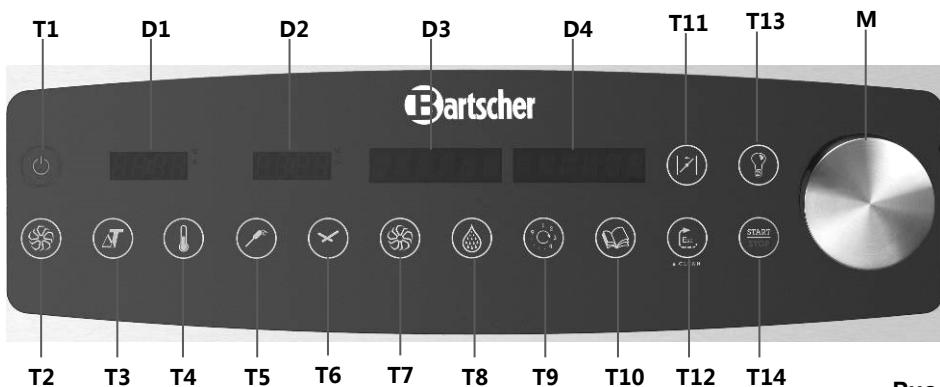

Рис. 8
- Включить прибор с помощью главного выключателя **T1** (рис. 8, стр. 248).
- Нажать кнопку **T14** (рис. 8) „**Start/Stop**“.
- Освещение камеры пароконвектомата включается путем нажатия кнопки **T13** (рис. 8). По истечении 45 секунд освещение выключится автоматически, если перед этим оно не будет выключено путем повторного нажатия кнопки **T13**.